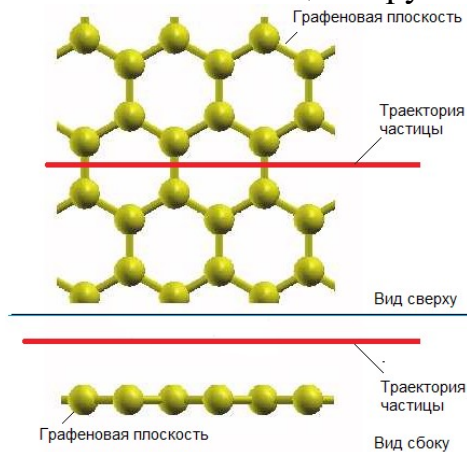
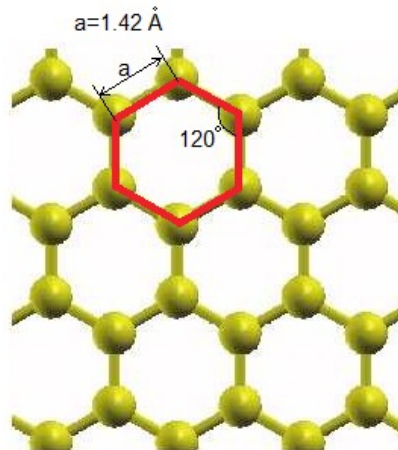

Рис.1
Рис. 2
14. Вычислите частоту воздействия атомов графеновой плоскости на частицу летящую параллельно ее поверхности на малом расстоянии от нее, как показано на Рис. 1 (учитывать только взаимодействие с ближайшими атомами углерода), при условии, что графеновая плоскость представляет собой решетку состоящую из правильных шестиугольников (Рис.2) длина стороны которых составляет  $1.42 \text{ \AA}$  ( $1 \text{ \AA} = 10^{-10} \text{ м}$ ), а скорость движения частицы равна  $4 \text{ \AA/пс}$ , ( $1 \text{ пс} = 10^{-12} \text{ с}$ ). Ответ записать в ТГц и округлить до тысячных.
20. Геккон – ящерица, способная передвигаться по вертикальным поверхностям (Рис. 1) и даже по потолку. Все это происходит благодаря устройству подошвы ее лап (Рис. 2 А). Кожа подошв покрыта мельчайшими щетинками диаметром около 100 мкм (Рис. 2 Б, В), которые на концах разветвляются на еще более мелкие щетинки (400 – 1000 штук) (Рис. 2 Г), каждая из которых оканчивается треугольной лопаточкой (Рис. 2 Д) шириной около 0,2 мкм (или 200 нм). Такие лопаточки обеспечивают сцепление с любой даже очень гладкой поверхностью за счет слабых межмолекулярных Ван-дер-Ваальсовых сил. Считая, что плотность щетинок составляет 1,5 млн. на 1 см2 поверхности подошвы геккона, а лопаточка на конце представляет собой равносторонний треугольник рассчитать эффективную площадь развиваемую поверхностью подошвы в 1 см2. Выразите ответ в мм2, ответ округлите до тысячных.
21. Геккон – ящерица, способная передвигаться по вертикальным поверхностям (Рис. 1) и даже по потолку. Все это происходит благодаря устройству подошвы ее лап (Рис. 2 А). Кожа подошв покрыта мельчайшими щетинками диаметром около 100 мкм (Рис. 2 Б, В), которые на концах разветвляются на еще более мелкие щетинки (400 – 1000 штук) (Рис. 2 Г), каждая из которых оканчивается треугольной лопаточкой (Рис. 2 Д) шириной около 0,2 мкм (или 200 нм). Такие лопаточки обеспечивают сцепление с любой даже очень гладкой поверхностью за счет слабых межмолекулярных Ван-дер-Ваальсовых сил, обеспечивающих силу сцепления около 10 Н/см2, что соответствует весу 1 кг. Рассчитайте какую минимальную площадь необходимо иметь специальным приспособлениям выполненным по подобию лап геккона, чтобы иметь способность удерживать вес человека (80 кг). Ответ запишите в см2.